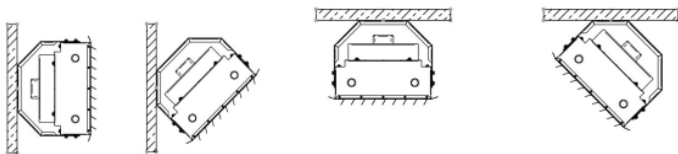

Рис. 5. Варианты установки тепловентилятора.
5.1.1. Тепловентилятор можно устанавливать на вертикальных или горизонтальных поверхностях (см. рис. 5).